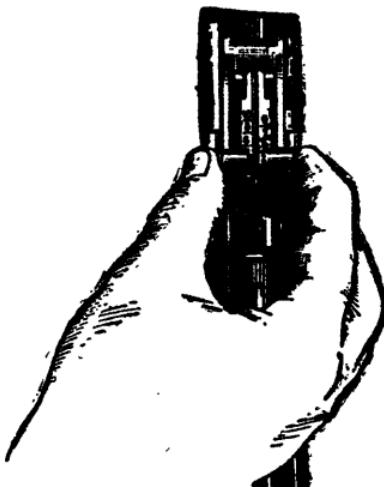

Рис. 57. Установка прицела
**110. Для установки прицела** надо, приблизив автомат к себе, большим и указательным пальцами правой руки сжать защелку хомутика (рис. 57) и передвинуть хомутик до со-